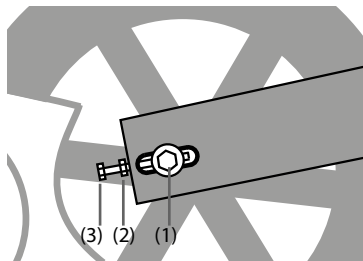

Рис. 30
- 3.Ослабьте гайки (2) на конт-болте с обеих сторон велотренажера при помощи ключа 10 мм. (см. рис. 30).